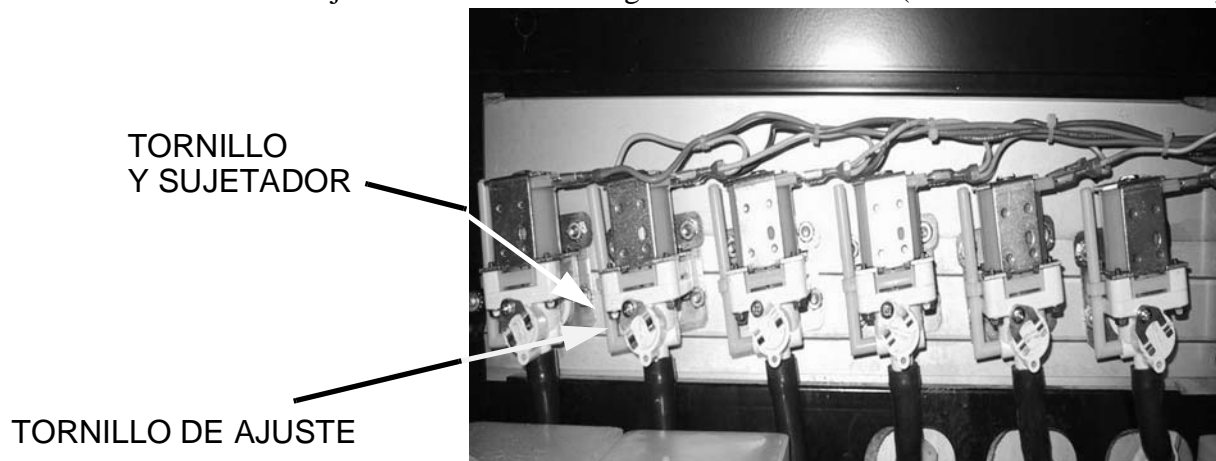

Ilustración 7
8. Quite la cubierta de las válvulas de agua caliente (consulte la ilustración 7).
10. Cambie el tornillo de ajuste de la válvula de agua de las 6 válvulas (consulte la ilustración 7):